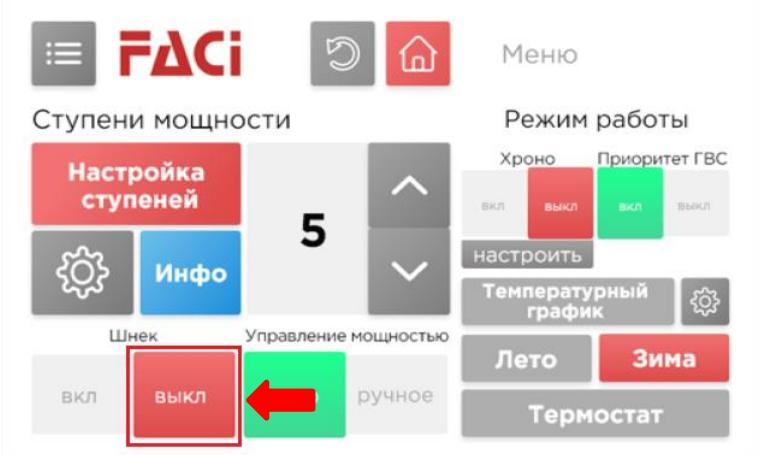

РИС. 23
- 3) Заполните бункер топливом. Произведите ручную подачу топлива, для этого следует выбрать функцию «Ручная загрузка»(см. п 4.6.4.) панели управления (см. рис. 23) выберите шнек Вкл/Выкл.